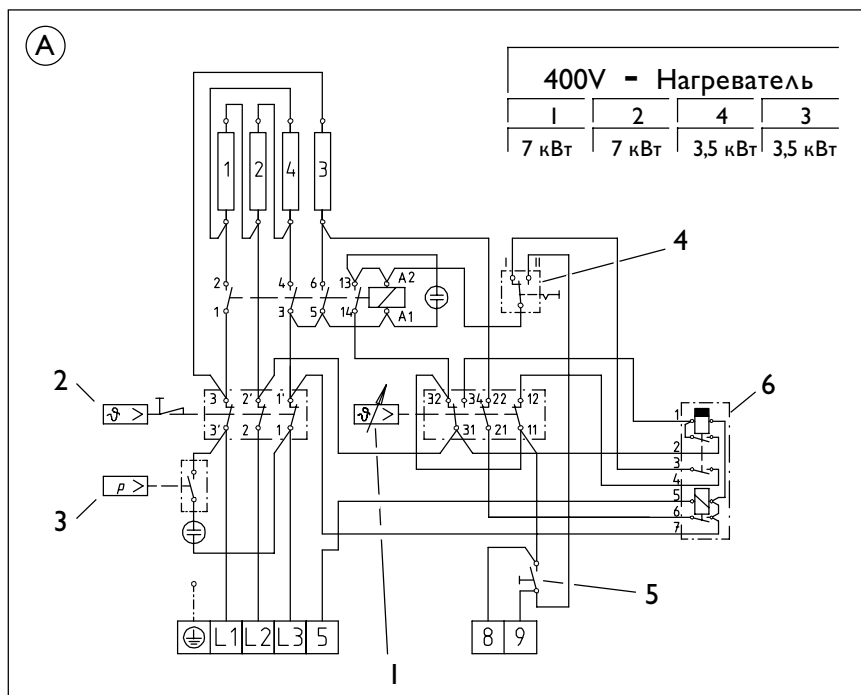

Рис. 11
- Переключатель должен быть установлен в соответствии с режимом эксплуатации (рис.11, поз.4).
А Схема электрических соединений, рис. 11